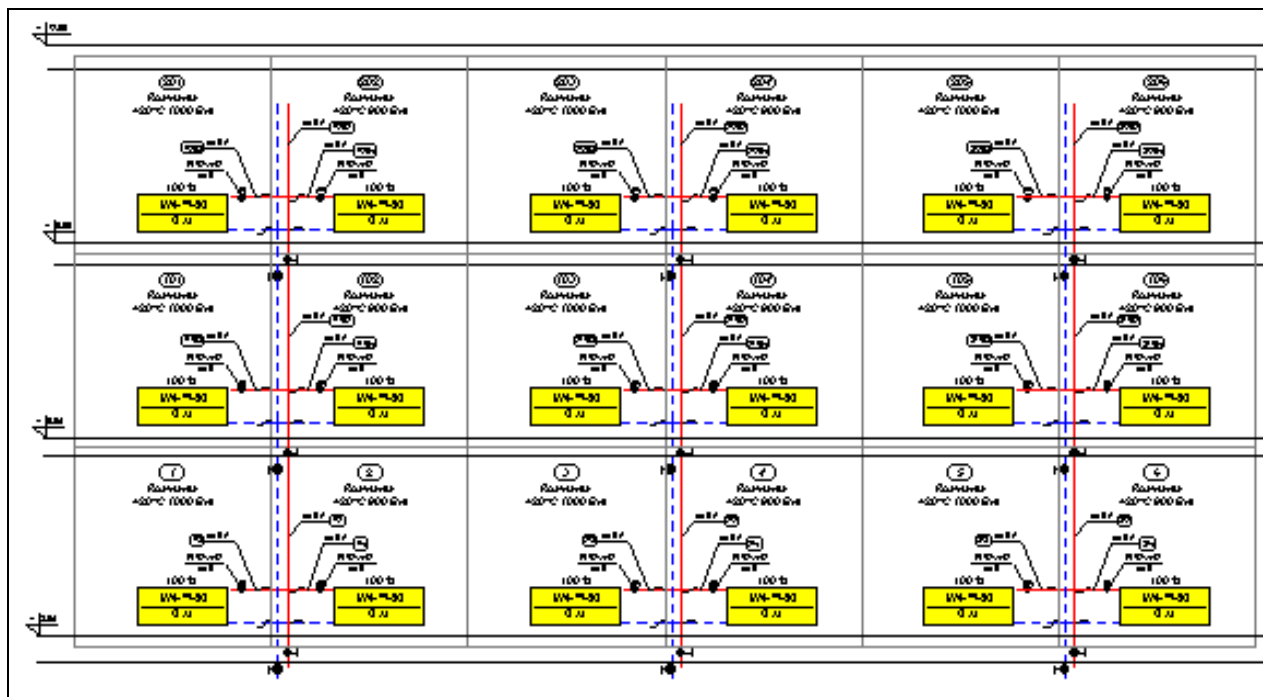

Рис. 5.34. Рисунок после двукратного выполнения команды Следующий этаж
7. в конце при помощи кнопки **Следующий этаж**  нужно соответствующее число раз размножить выделенный фрагмент на следующих этажах (Рис. 5.34).